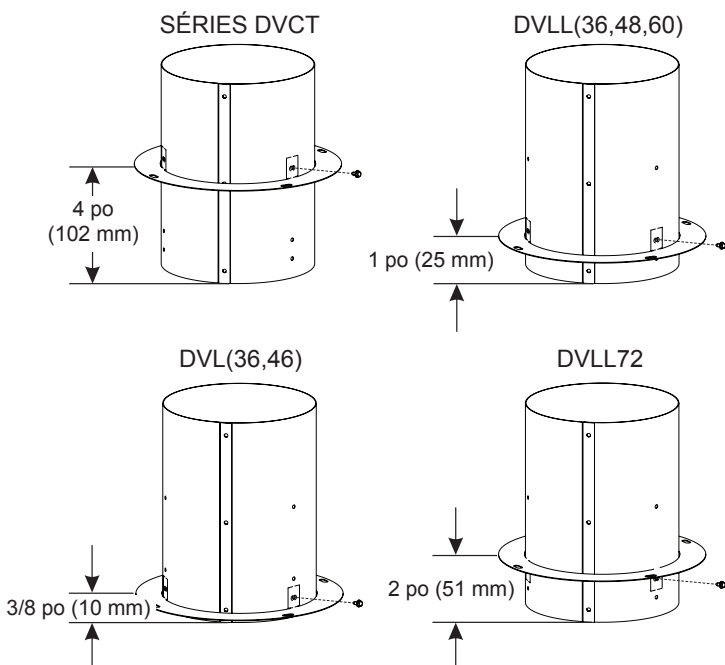

Figure 8
- Assembler 2 colliers de 6 po (152,4 mm) de diamètre x 8 po (203,2 mm) de long avec les rebords de collier comme illustré dans la **Figure 8**. Fixer la bride au collier à l'aide de 3 vis n° 10 x 1/2 po, en utilisant les emplacements adéquats des trous selon le modèle de foyer particulier.